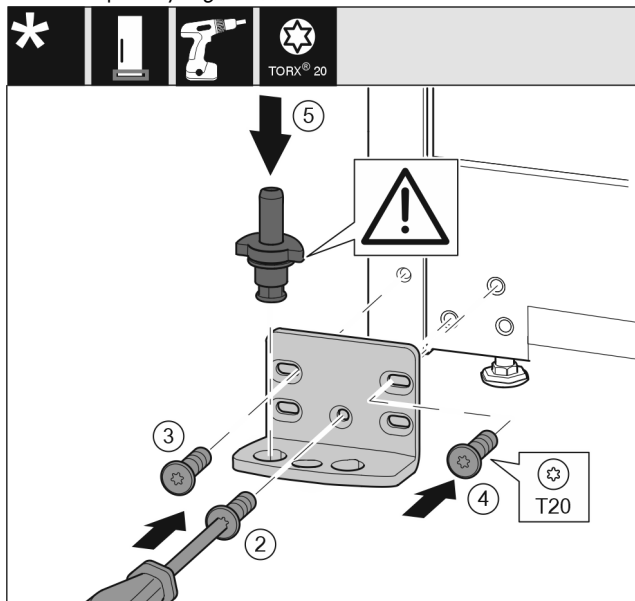

Fig. 17
- ▶ Встановіть опорний кронштейн з іншого боку та прикрутіть його за допомогою викрутки. Почніть із гвинта Fig. 17 (2), що розташований знизу посередині.
- ▶ Закрутіть гвинт Fig. 17 (3) і гвинт Fig. 17 (4).
- ▶ Повністю вставте опорний гвинт Fig. 17 (5). При цьому виступ фіксатора повинен бути спрямований назад.